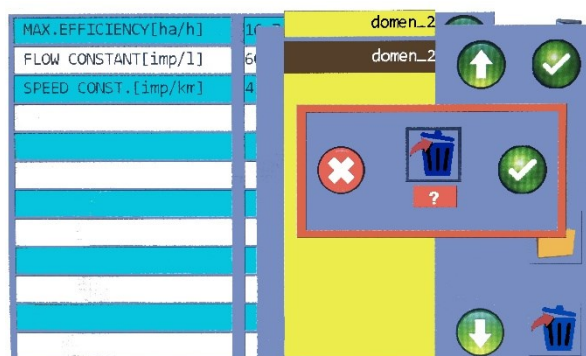

Bild 44
- Durch Drücken auf  können die ausgewählten Arbeiten auch gelöscht werden (Bild 44).